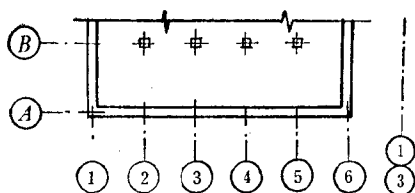

图 3 定位轴线标法示意
定位轴线 定位轴线简称轴线，它是表示建筑物的主要结构或构件的位置线，并作为标志尺寸的基线。轴线都有编号，在水平方向用阿拉伯数字①、②、③……是由左向右注写；在垂直方向用大写汉语拼音字母A、B、C……是由下而上顺序注写的。轴线编号一般标注在图面的下方和左侧，见图 3。